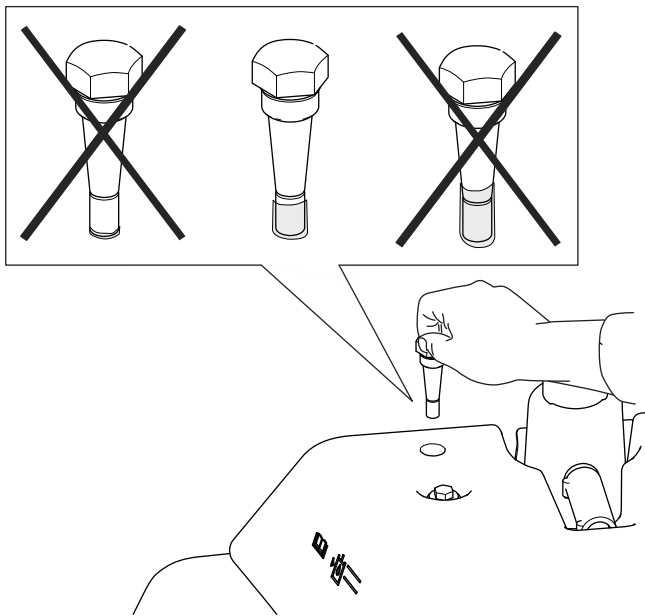

Bild 55
4. Nehmen Sie den Peilstab wieder heraus und prüfen Sie den Ölstand. Wenn er zwischen den zwei Markierungen am Peilstab liegt, ist der Stand ausreichend. Wenn der Ölstand nicht zwischen den Markierungen liegt, füllen Sie den Ölstand entsprechend auf (Bild 55).